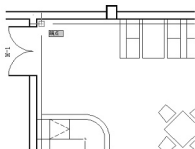

图 4.70 选择图案填充的新原点
⑤ 然后单击【单击以设置新原点】按钮，在指定原点：提示下，选择如图 4.70 所示部位为图案填充的新原点。
- ③ 设定【角度】为“0”，【间距】为“600”。
- ④ 单击【单击选择新原点】按钮，仍选择如图 4.70 所示部位为图案填充的新原点。
- ⑤ 单击【拾取点】按钮，这时对话框消失，在拾取内部点或 [选择对象(S)/删除边界(B)]：提示下，在餐厅内部要填充的区域单击，选择填充区域。